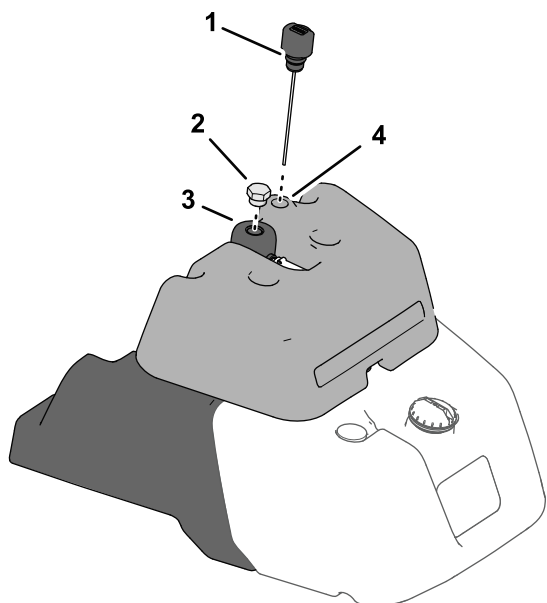

Figura 37
- Se o depósito da sua máquina estiver equipado com indicador de combustível na parte superior, localize a vareta na parte superior do depósito detetor de fugas (Figura 37) e passe para o passo 3.